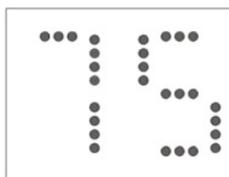

Fig 2
- Después del cambio, en modo frío, la pantalla se muestra como la fig2.